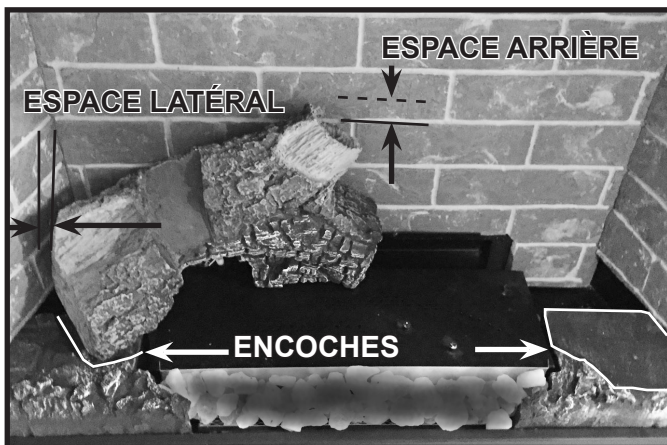

Figure 4. Bûche arrière gauche installée
Les tiges de bûche, de même que les encoches sur les composants de l'âtre, aideront à bien disposer les deux bûches arrière et la bûche du petit brûleur. Les encoches sont montrées à la figure 4.
De plus, la bûche arrière gauche et arrière droite sont indiquées par les encoches des composants de l'âtre gauche et droit. Voir la figure 4.
1. Retirez la grande bûche arrière gauche de l'emballage et installez la bûche en la posant sur la ou les tige(s) de bûche arrière. Le côté gauche de la bûche reposera sur l'encoche du composant de l'âtre gauche. Voir la figure 4.
**Remarque :** Les modèles SL-3X ne comportent aucune encoche d'âtre. Voir la figure 4.
**Modèles SL-7X et SL-9X :** La bûche arrière gauche sera positionnée pour conserver un espace d'environ 6 mm (1/4 po) entre la bûche arrière gauche et le réfractaire arrière. Il y aura un espace latéral d'environ 25 mm (1 po) entre l'extrémité gauche de la bûche et le panneau de gauche. Voir la figure 4.
**Modèles SL-3X :** La bûche arrière gauche sera positionnée pour conserver un espace d'environ 6 mm (1/4 po) entre la bûche arrière gauche et le réfractaire arrière. La bûche arrière gauche touchera le panneau réfractaire gauche (aucun espace latéral). Voir la figure 4.